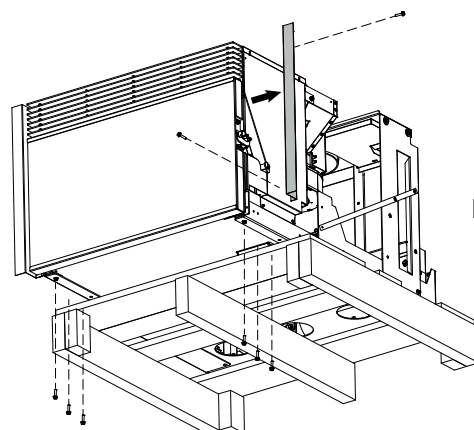

Fig. 6.1.4
5. Desatornillar los seis pernos de fijación de las guías situadas en la parte inferior de la máquina y desmontar la pieza lateral derecha de metal (Fig. 6.1.4).
17. Volver a montar la pieza lateral de metal previamente extraída (Fig. 6.1.4).